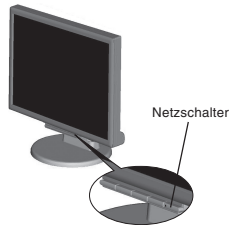

Abbildung C.1
- Schalten Sie den Computer und den Monitor mit dem Netzschalter an der Vorderseite (**Abbildung C.1**) ein.